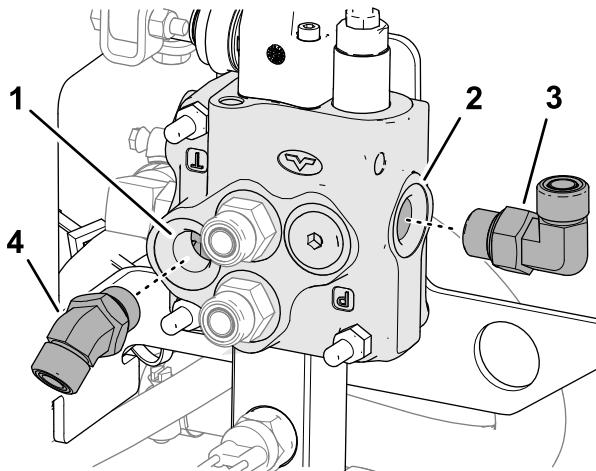

Figure 11
1. Installez un raccord à 45° dans l'orifice T du distributeur auxiliaire (Figure 11).